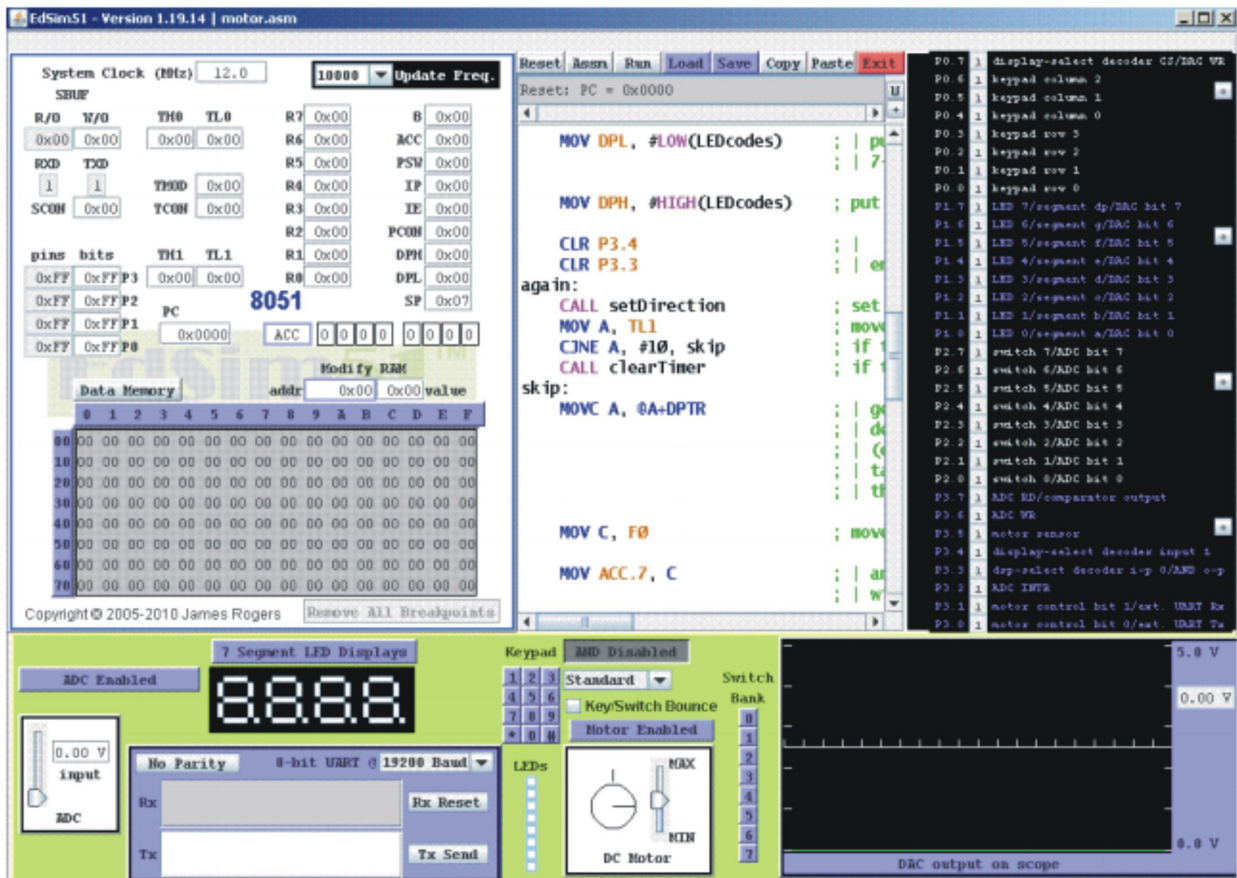

Рис. 3 Інтерфейс програмного емулятора
Слід звернути увагу на те, що при натисканні клавіші на зображенні клавіатури в полі інтерфейсу симулятора курсором миші (рис.3, поле “Keypad”), в регістр R0 буде записаний номер клавіші, що відповідає її нумерації на рис.1. Тобто, при натисканні клавіші “1” на полі “Keypad” симулятора, в регістр R0 запишеться число “11”, що є номером цієї клавіші відповідно до рис.1. При натисканні клавіші “2” – число “10” і т.д.
3.1.1. Відкрити інтерфейс емулятора, двічі клацнувши клавішею миші на архівованому файлі «EdSim51.jar». Відкриється інтерфейс програмного емулятора, зображений на рис. 3.
- **набору команд** програми з клавіатури. Для цього курсор встановлюється в верхній частині панелі і вводиться програма по одній команді в рядку (при потребі, з міткою та коментарем)(див. рис. 3);